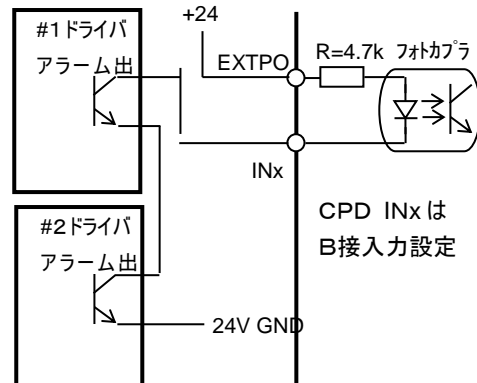

図 3.5-2 Tr 出力をシリーズにして INx に入力
- サーボの Tr 出力をシリーズ接続する場合(図 3.5-2)